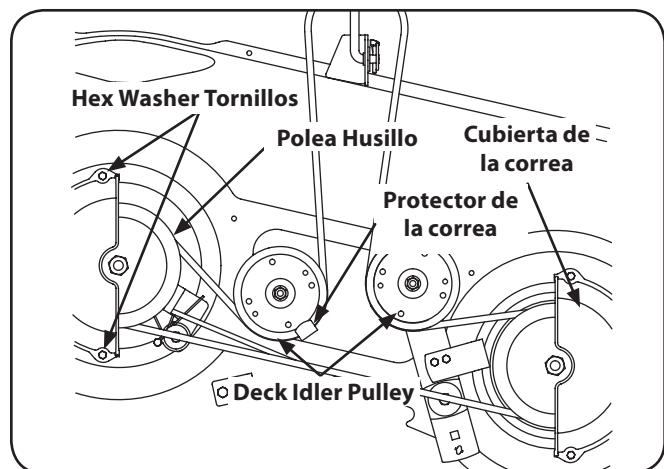

Figura 7-9
- Retire la cinta cubre quitando los tornillos hexagonales que sujetan lavadora a la cubierta. Véase la figura. 7-9.
- Retire con cuidado la cinta de cubierta de alrededor de las dos poleas del husillo y las dos poleas polea tensora de la cubierta. Véase la figura. 7-9.
- Para colocar la correa nueva, empieza haciendo que el cinturón alrededor de las dos poleas exterior del huso, como se muestra en la figura. 7-9.
- Luego, la cinta de ruta alrededor de las dos poleas de la cubierta como se muestra en la figura. 7-9.